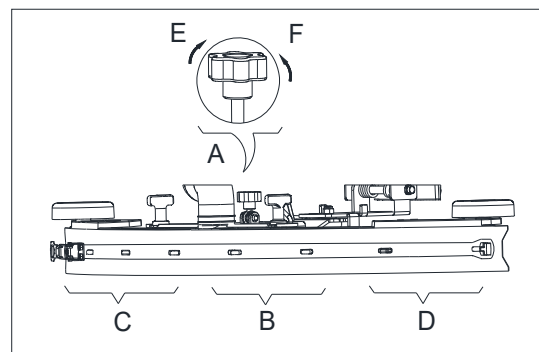

Figure 5
3. Régler l'embouchure par la poignée de réglage (A, Figure 5).
- a) S'il y a un écart entre le sol et la partie centrale de la lamelle arrière de l'embouchure (B), régler le bouton (A) dans le sens contraire des aiguilles d'une montre (F) jusqu'à ce que toute la partie de lamelle arrière de l'embouchure ait un excellent contact avec le sol, la lamelle avant touchant légèrement le sol.
- b) S'il y a un écart entre le sol et les deux extrémités de la lamelle arrière (C et D), régler le bouton (A) dans le sens des aiguilles d'une montre (E) jusqu'à ce que toute la partie de lamelle arrière ait un excellent contact avec le sol, la lamelle avant touchant légèrement le sol.